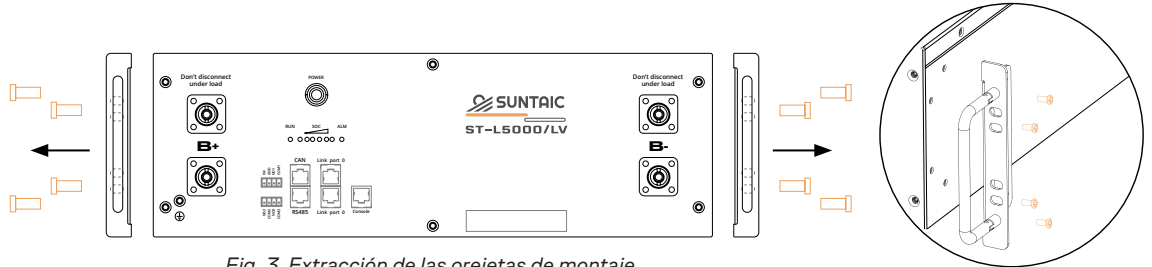

Fig. 3 Extracción de las orejetas de montaje
1.3 Como se muestra en la figura, el efecto de varios módulos instalados en el armario. Cada módulo ocupa 5U de espacio, y se pueden instalar hasta 6 módulos en el armario como un clúster (Fig. 3).
1.1 Como se muestra en la figura (Fig. 3), retire los tornillos de la orejeta de montaje de **ambos lados** del módulo con un destornillador y, a continuación, retire la orejeta de montaje. Vuelva a utilizar los tornillos.